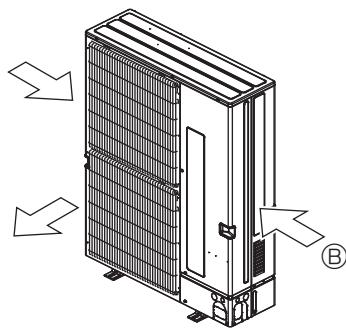

Fig. 2-17
- ② Bringen Sie die Anlage so an, dass die Abluft aus der Luftaustrittsöffnung im rechten Winkel zu denjenigen Richtung geführt wird, aus der saisonal bedingt starker Wind bläst. (Fig. 2-17)